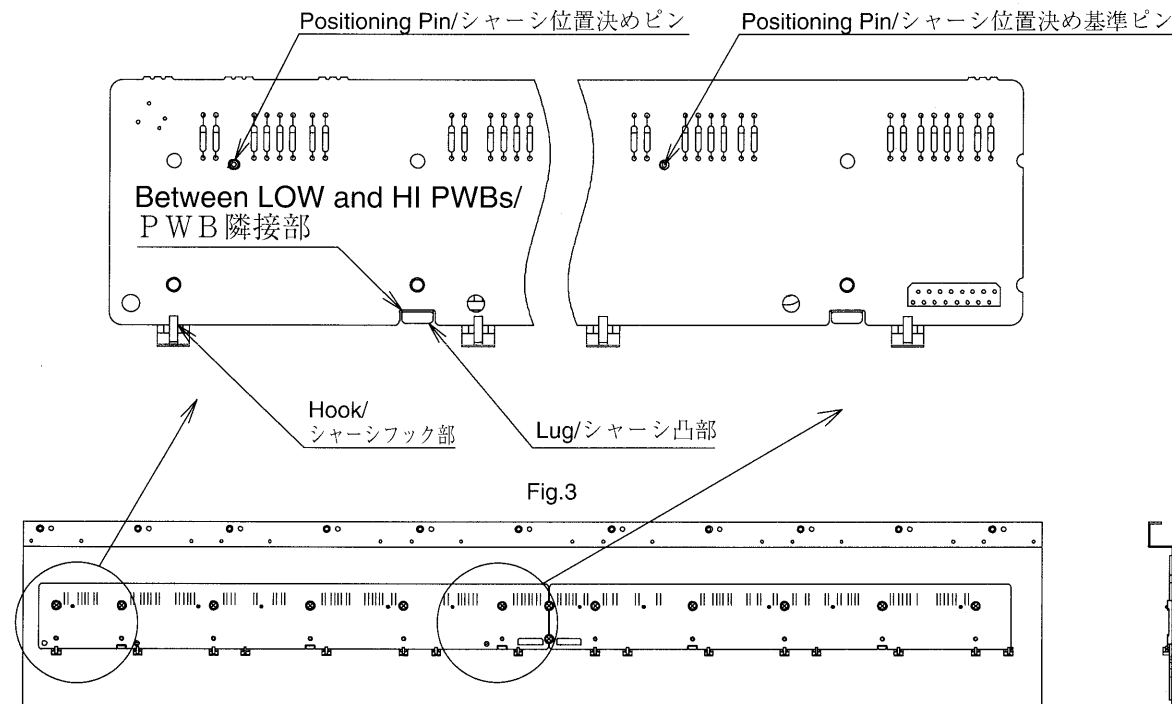

Fig.3
2) Aligning the cutouts in the PWB with the lugs on the chassis, put one side of the PCB into the chassis hooks. Place the PCB on the Chassis so that the chassis positioning pins fit into the positioning holes. (See fig.3) At this point, the chassis positioning reference pin should first be fitted into the hole. There are two PCBs, LOW and HI, as shown in fig.4. The Chassis positioning reference pins are located near the connector each of the LOW and HI PCBs.
2) 次にPWBの切り欠き部とシャーシの凸部を目印としてシャーシフック部にPWB端面を挟み込み、シャーシ位置決めピンにPWBの位置決め穴がはまるようにPWBを固定します。(Fig.3参照)。このとき、シャーシ位置決めピンを最初に合わせるようにして下さい。PWBは、Fig.4のようにLOW、HIの2枚で構成されており、シャーシ位置決め基準ピンはLOW、HIともにコネクタ付近に配置されています。